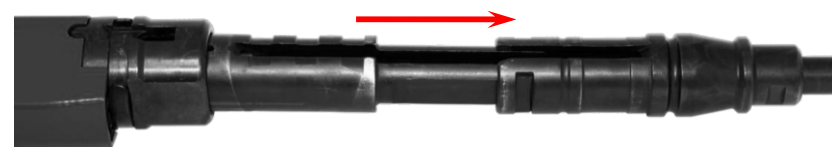

Рис. 10
- Извлеките втулку ствола (Рисунок 10).